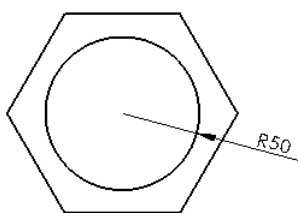
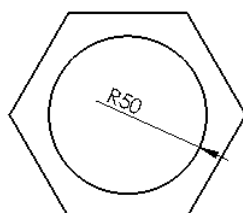

图 6.3.34 取消选中
图 6.3.35 选中
- ☑ ☒ 尺寸置于圆弧内(R) 复选框: 当“半径”按钮被按下时, 该复选框被激活, 取消选中该复选框时, 如图 6.3.34 所示; 选中该复选框时, 如图 6.3.35 所示。